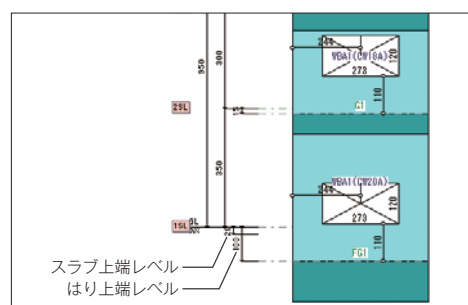

図3 軸組図表示例
- ・開口位置ごとにはりせい、配筋、はり・スラブの上端レベルを自由に設定できます(図3)。また、開口の左右の壁ごとに壁配筋や壁端部筋を設定できます。